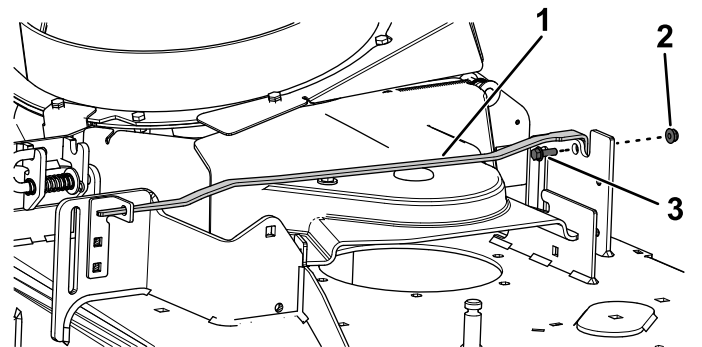

Figura 13
2. Fissate l'asta utilizzando 1 bullone a testa flangiata ($\frac{1}{4}$ " x $\frac{3}{4}$ ") e 1 dado di bloccaggio ($\frac{1}{4}$ ") come illustrato nella Figura 13.